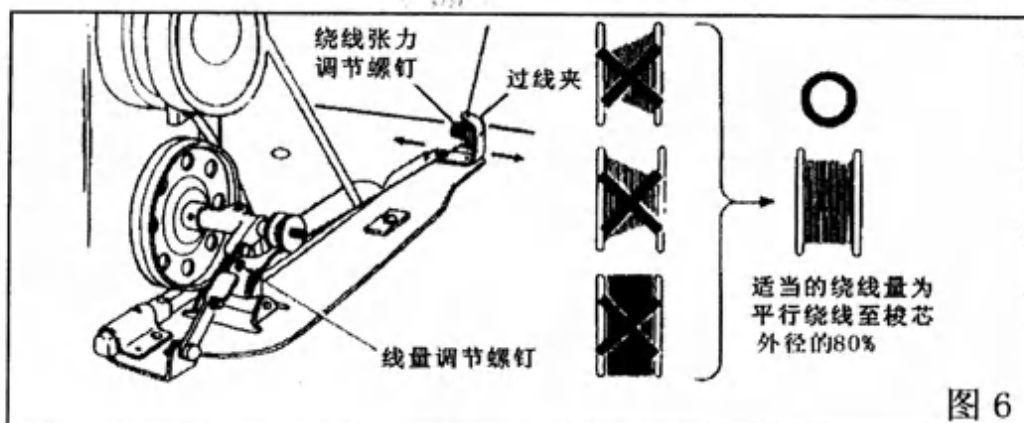

图 6
从线架上取线穿过过线板(6),逆时针方向将线在梭芯上绕几次,然后把梭芯套在绕线轴(1)上,打开电机开关,轻压踏板,绕线器开始工作,绕线量(见图 6)为梭芯直径的 80%,可通过松开安装在分离销(3)控制杆(5)上的螺钉(4)来调节,绕线完成后,使用安装在弹簧(2)内部的刀片切断线尾。
2) 外置绕线器(图 6)